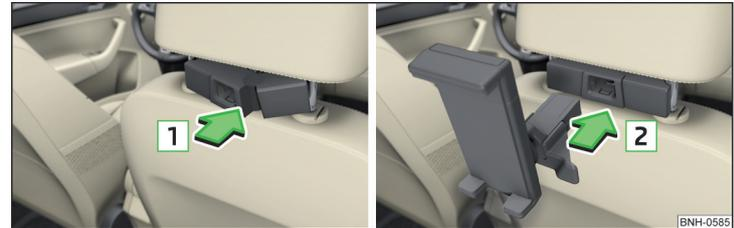

Abb. 82 Einsetzen: Adapter / Halter
- Zum **Einsetzen** den geöffneten Adapter an die Führungsstangen der Kopfstütze vorn ansetzen und in Pfeilrichtung **1** einclipsen » Abb. 82 » **!**.